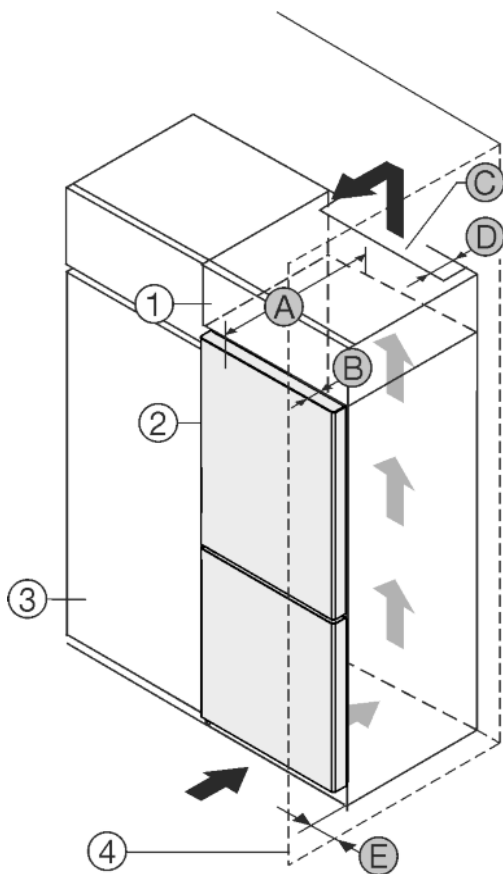

Fig. 45
Das Gerät kann mit Küchenschränken umbaut werden. Um das Gerät Fig. 45 (2) der Küchenzeilenhöhe anzugleichen, kann über dem Gerät ein Aufsatzschrank Fig. 45 (1) angebracht werden.
Das Gerät kann direkt neben dem Küchenschrank Fig. 45 (3) aufgestellt werden. Um die Tür vollständig öffnen zu können, muss das Gerät um die Tiefe Fig. 45 (B) gegenüber der Küchenschrankfront vorstehen. Abhängig von der Tiefe der Küchenschränke und Verwendung von Wandabstandshaltern kann das Gerät weiter herausragen.
- An der Rückseite des Aufsatzschrankes muss ein Abluftschacht mit der Tiefe Fig. 45 (D) über die gesamte Aufsatzschrankbreite vorhanden sein.
- Unter der Raumdecke muss der Entlüftungsquerschnitt Fig. 45 (C) eingehalten werden.
Wenn das Gerät mit den Scharnieren neben einer Wand Fig. 45 (4) aufgestellt wird, muss der Abstand Fig. 45 (E) zwischen Gerät und Wand eingehalten werden.